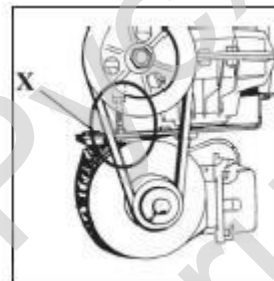

Рисунок 16
- С помощью специального регулировочного болта (X) отрегулируйте натяжение приводного ремня (Рис.16).